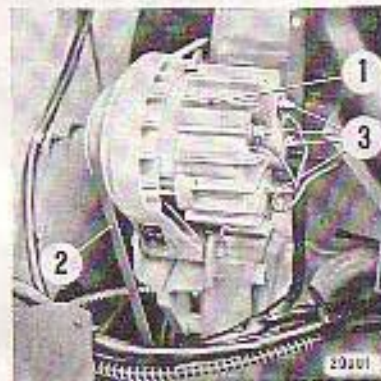

Bild 107
3. Muß der Motor bei ausgebauter Batterie gestartet werden, darf die Fremdbatterie erst dann angesetzt werden, wenn die Stecker ⑤ vom Regler ④ abgezogen sind (Lichtmaschine gibt dann keine Spannung ab).
6. Die Anschlüsse ③ (Bild 107) an der Lichtmaschine, sowie ⑤ am Reglerschaller müssen immer festsitzen. Bei losen Anschlüssen entstehen hohe Übergangswiderstände, die sich schädlich auf die Funktion des Reglers auswirken können.